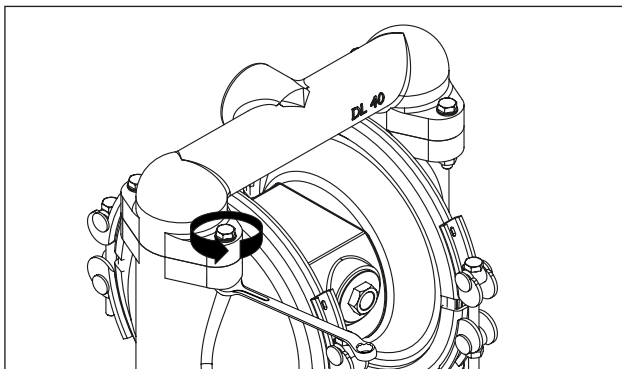

Рис. 9: Удаление всасывающего и напорного патрубка.
- Ослабьте винты и демонтируйте напорный и всасывающий патрубок (рис. 9).